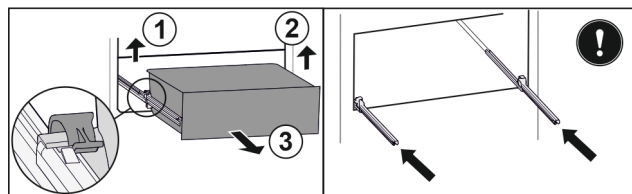

Fig. 101
- Linker klem optillen en gelijktijdig lade links naar voren trekken. Fig. 101 (1)
- Rechter klem optillen en gelijktijdig lade rechts naar voren trekken. Fig. 101 (2)
- Lade naar voren toe verwijderen. Fig. 101 (3)